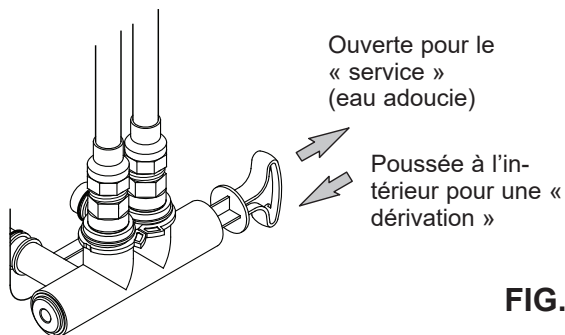
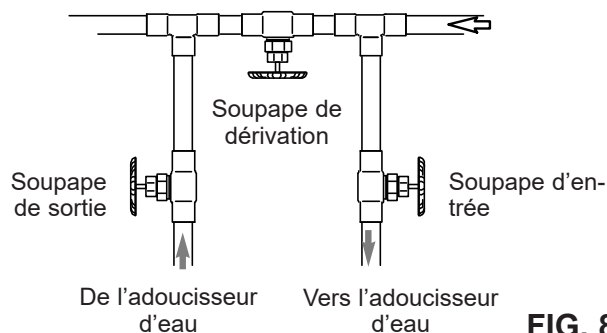

FIG. 7
FIG. 8
Installez une soupape de dérivation simple (incluse), de la manière illustrée à la figure 7, ou, si telle est votre préférence, le système de dérivation à trois robinets (pièces non incluses) en vous reportant à la figure 8. Les robinets de dérivation vous permettent de couper l'eau alimentant l'adoucisseur, au besoin, pour effectuer des travaux d'entretien tout en continuant d'avoir de l'eau dans les tuyaux.
ATTENTION : Le tuyau d'eau froide (en métal) d'une maison est souvent utilisé pour assurer la mise à la terre du circuit électrique de l'habitation. Le mode d'installation de la soupape de dérivation triple illustré à la Figure 8 maintiendra la continuité de la mise à la terre. Si vous utilisez des soupapes de dérivation en plastique sur l'appareil, la continuité sera rompue. Pour rétablir la mise à la terre, procédez comme suit :
3. Placez la ou les soupapes de dérivation en position « dérivation » (voir les figures 7 et 8). Sur une soupape simple, glissez la manette vers l'intérieur pour la dérivation. Pour une soupape de dérivation triple, fermez les robinets d'entrée et de sortie et ouvrez la soupape de dérivation.